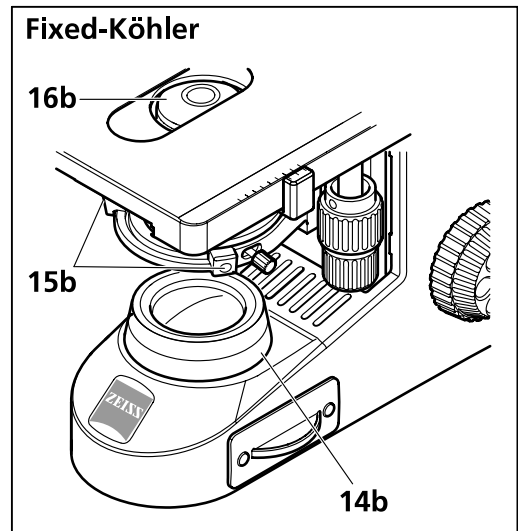

Bild 16 Bedienelemente Primo Star
Die gewählte Einstellung wird über die beidseitig am Stativ angebrachten, blauen Leuchtdioden (Bild 16/6) in fünf Stufen angezeigt.
- Die Gängigkeit des Grobtriebs (Bild 16/25 bzw. Bild 17/30) ist ab Werk eingestellt und kann bei Bedarf nachgestellt werden.
**Legende zu Bild 16:**
- Zunächst kontrastreiches Objekt mit Deckglas 0,17 mm nach oben in den Objekthalter des Kreuztisches einlegen. Das Objekt dabei mit dem Federhebel (Bild 16/19) fixieren.
- Abbe-Kondensor mit dem Rändelknopf zur Höhenverstellung (Bild 16/22) an den oberen Anschlag fahren und Aperturblendenhebel (Bild 16/21) in Mittelstellung bringen.